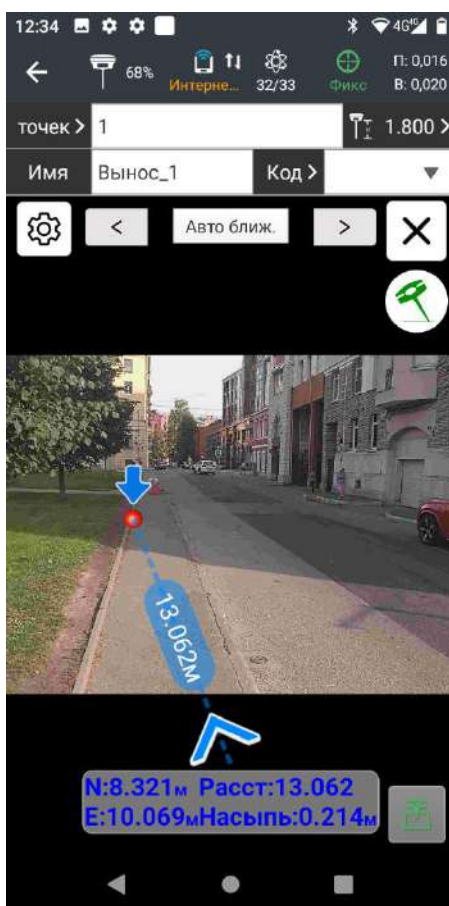

Рис. 2.65
3. Запустится режим **дополненной реальности (AR)** и активируется **фронтальная камера** приёмника. Будет видно изображение с камеры и навигация до цели на экране контроллера (Рис.2.65).